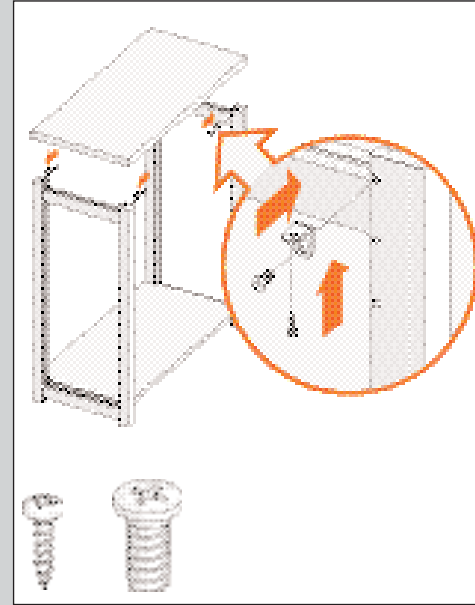

ABBILDUNG 90
3. Schrauben Sie die Winkel für die Abdeckplatten an der Abdeckplatte fest (siehe Abb. 90).